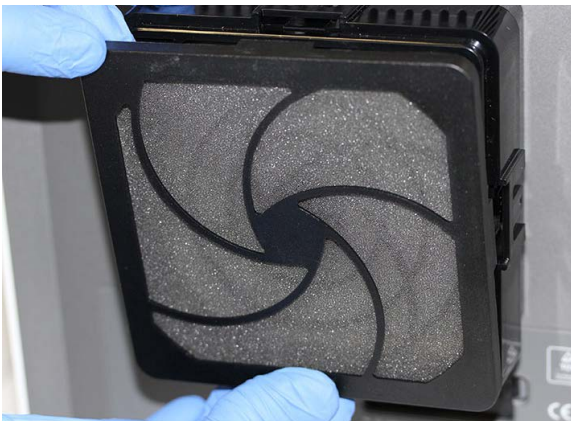

Abbildung 9-31. Wiederanbringen des Vorfilters und der Vorfilterhalterung
4. Bringen Sie die Vorfilterhalterung mit dem eingelegten Vorfilter auf der HE-Filterhalterung an und drücken Sie mit den Fingern auf die Seiten und auf die Ober- und Unterkante, bis sie fest sitzt. Siehe Abbildung 9-31.